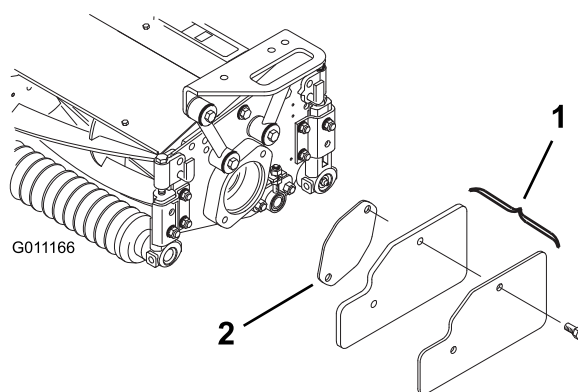

Figura 20
2. Retire los pesos y la junta (Figura 20) del extremo interior de la unidad de corte derecha.